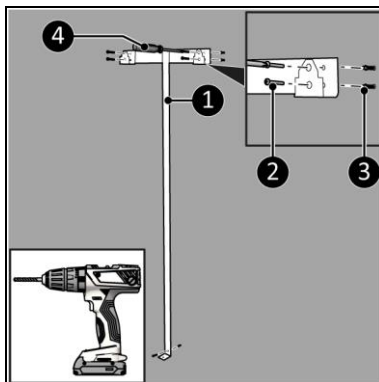

Figura 7
4. Așezați suportul de perete pe perete și marcați cele cinci găuri (Figura 7).
6. Fixați știfturile (Figura 7, poziția 3).
7. Înșurubați și strângeți suporturile de perete (Figura 7, poziția 1) cu cinci șuruburi mari (Figura 7, poziția 2) folosind o șurubelniță Phillips (Figura 7, poziția 4).